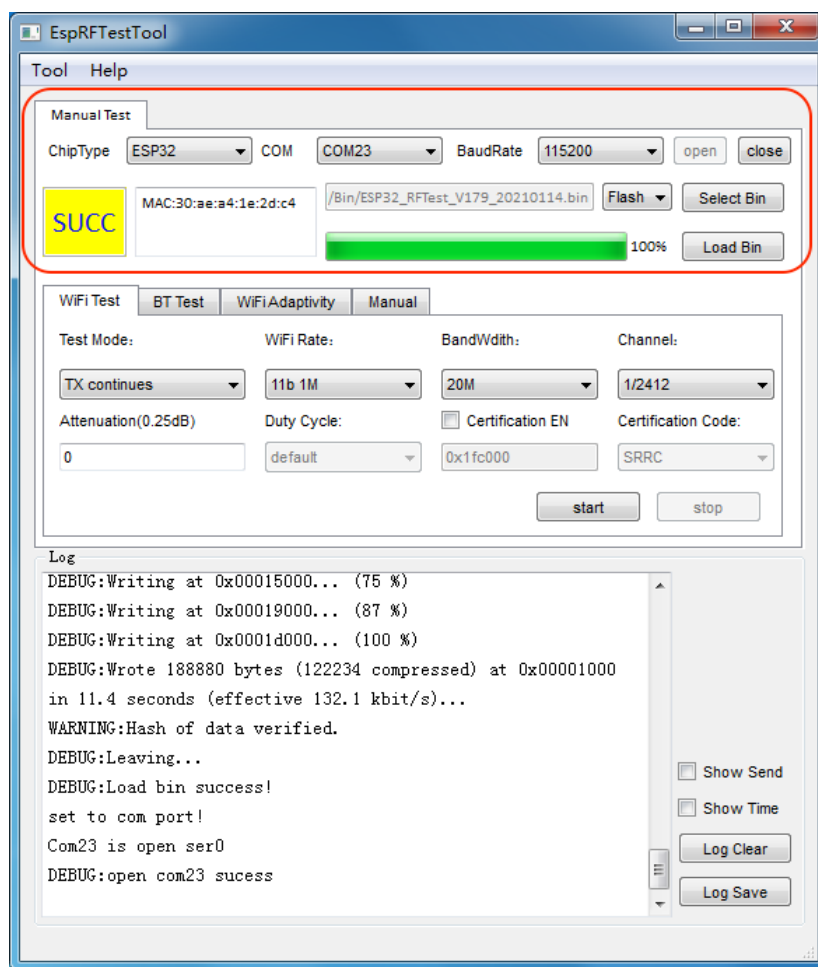

图 1-2. ESP32 固件下载界面
- 点击 **Load bin** 按钮，下载完成会显示 **SUCC**。图 1-2 为 ESP32 下载固件的界面。